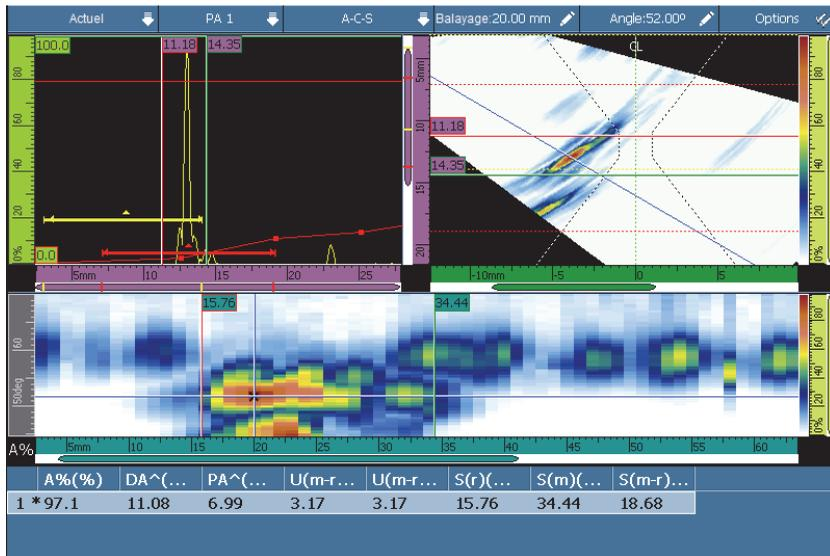

Figure 6-11 Exemple d'une table d'indications
1. Dans le menu de la barre de titre, sélectionnez **Options > Table d'indications** pour afficher la table d'indications dans la partie inférieure de la vue de données (voir la Figure 6-11 à la page 189).